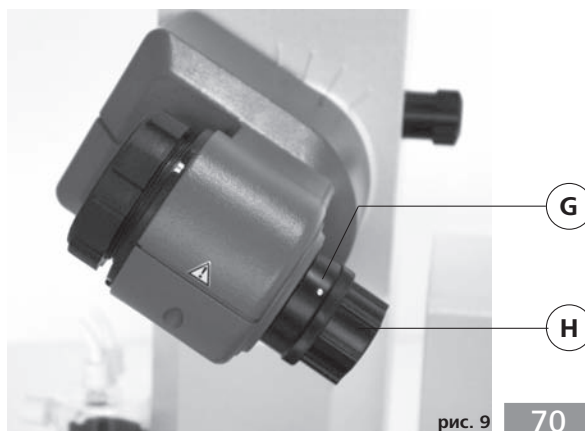

рис. 9
- ☞ Откройте фиксатор паропроводной трубки (G), повернув его на 60° против часовой стрелки (рис. 9).